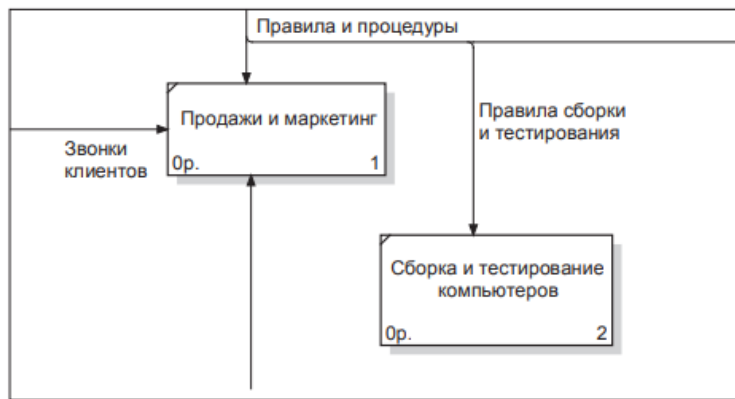

Рис.4. Стрелка «Правила сборки и тестирования»
5. Правой кнопкой мыши щелкните по ветви стрелки управления работы «Сборка и тестирования компьютеров» и переименуйте ее в «Правила сборки и тестирования» (рис.4).